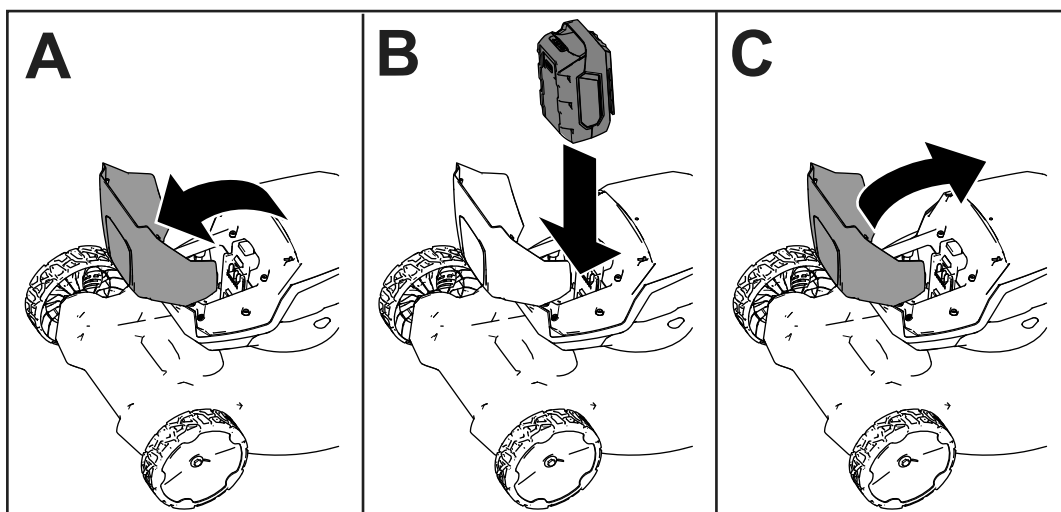

Figure 7
2. Soulevez le couvercle du compartiment de la batterie (A de la Figure 7).
3. Alignez le creux dans la batterie et la languette sur la machine, et glissez la batterie dans le compartiment jusqu'à ce qu'elle s'enclenche en position (B de la Figure 7).
4. Refermez le couvercle du compartiment de la batterie (C de la Figure 7).